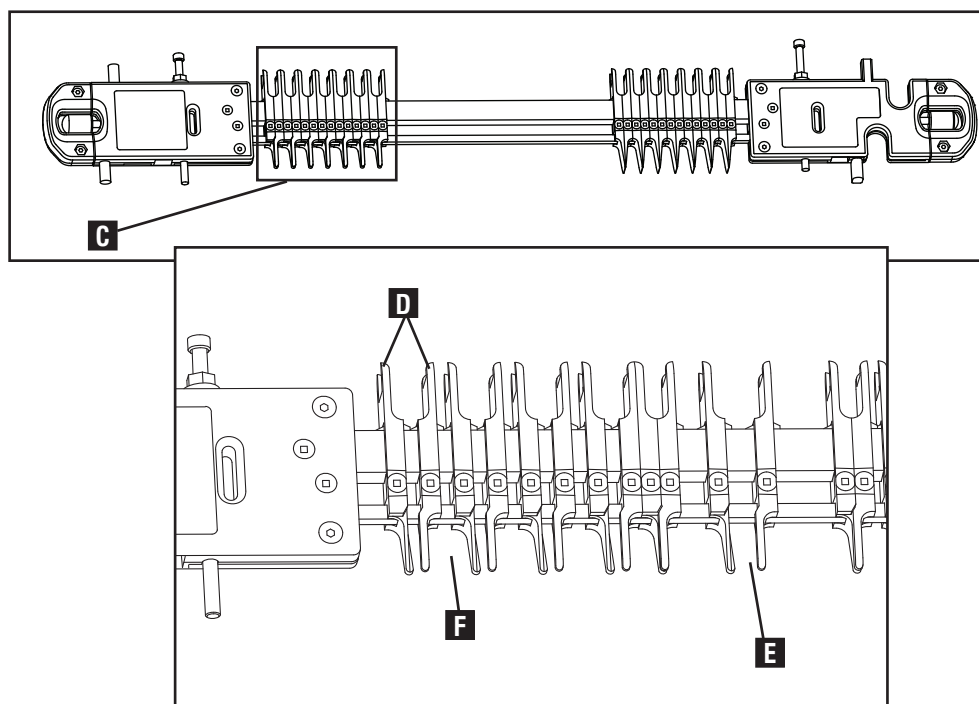

Fig. E3
Pour les doigts ajustables miniatures, les doigts montrés en (C), Fig. E3, sont les doigts appropriés pour faire les joints demi-cachés et à espacement variable.
Si un jeu de doigts (D) Fig. E3 est séparé, ne pas couper entre les rebords droits (E) lorsque vous faites la coupe. Coupez seulement entre les rebords à angle (F).